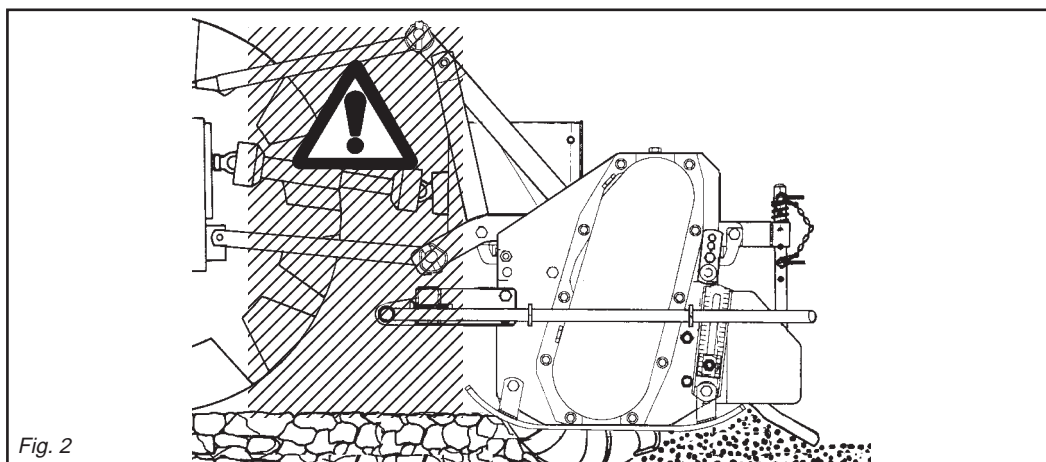

Fig. 2
- 24)** *It is absolutely forbidden to stand between the tractor and the implement (Fig. 2) when the engine is running and the cardan shaft is engaged without having first engaged the hand brake and placed a block or stone under the wheels to prevent them from moving.*
- 24)** Es ist absolut verboten, bei laufendem Motor und eingeschalteter Gelenkwelle zwischen den Schlepper und das Gerät zu treten (Abb. 2). Dazu muß die Feststellbremse gezogen werden und unter die Räder ein Bremskeil oder ein großer Stein gelegt worden sein.
- 24)** *Il est absolument interdit de se mettre entre le tracteur et l'appareil (Fig. 2) quand le moteur est en marche et le cardan enclenché, sans avoir tiré le frein de stationnement et bloqué les roues avec une cale ou un caillou.*
- 24)** Está terminantemente prohibido colocarse entre el tractor y el equipo (Fig. 2) con motor encendido y cardán inserido, o sin haber accionado el freno de estacionamiento y de colocar, debajo de las ruedas, una piedra u otro elemento de bloqueo.
- 28) È assolutamente vietato interporre fra il trattore e l'attacco della zappatrice per manovrare il comando dall'esterno per il sollevamento (Fig. 2).
- 28) It is absolutely forbidden to stand between the tractor and the implement when manoeuvring the lift control from the outside (Fig. 2).
- 28) Es ist absolut verboten, zwischen den Schlepper und den Anschluß zu treten, um die Aushebung von außen zu betätigen (Abb. 2).
- 28) Il est absolument interdit de se mettre entre le tracteur et l'attelage pour manoeuvrer la commande de relevage de l'extérieur (Fig. 2).